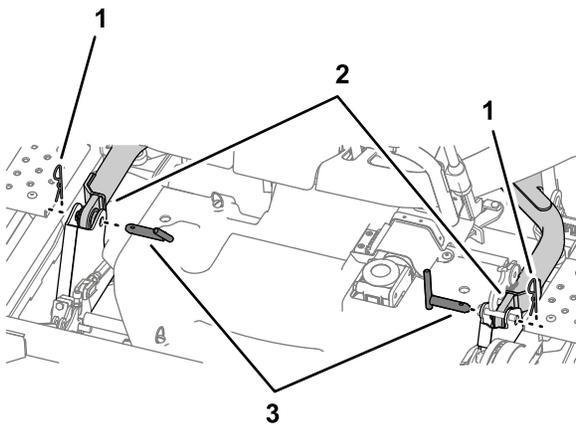

Figure 115
10. Retirez les 2 goupilles et les 2 axes de chape qui fixent les bras de levage de chaque côté du plateau de coupe (Figure 115).
6. Mettez en place la goupille et l'axe de chape pour fixer les bras levage de chaque côté ; voir Figure 115 sous Dépose du plateau de coupe \(page 80\).